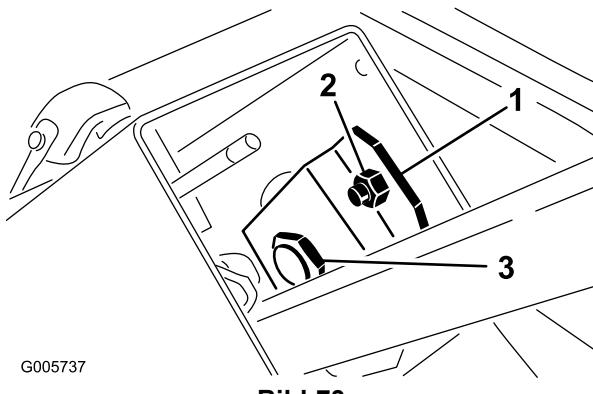

Bild 73
1. Nehmen Sie das Handrad von der Feststellbremse und die Schrauben von der Lenksäulenabdeckung ab. Schieben Sie die Abdeckung auf die Lenkwellen, um die Schwenkhalterung freizulegen (Bild 73).
2. Lösen Sie die kleine Mutter, drehen Sie die Schwenkhalterung, bis die große Mutter darunter fest angezogen ist (Bild 73). Ziehen Sie die kleine Mutter wieder an.